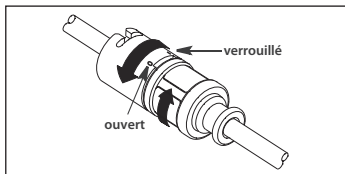

Figure 6
b. Si une gaine anticontamination du cathéter est utilisée avec un adaptateur TwistLock, visser la moitié supérieure de l'embase distale dans le sens des aiguilles d'une montre pour fixer le cathéter en place. Replacer l'extrémité proximale de la gaine du cathéter dans la position souhaitée. Visser les moitiés supérieure et inférieure dans des directions opposées pour la fixer en place. Tester l'adaptateur en tirant doucement sur le cathéter pour obtenir une préhension sûre du cathéter (voir Figure 6).